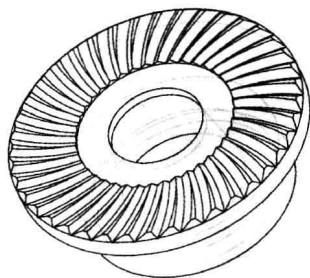

图 1-16 “隐藏线”显示
⑤ “隐藏线”:模型可见边线着色,隐藏边线也着色,隐藏线和可见边线颜色不同,如图 1-16 所示。